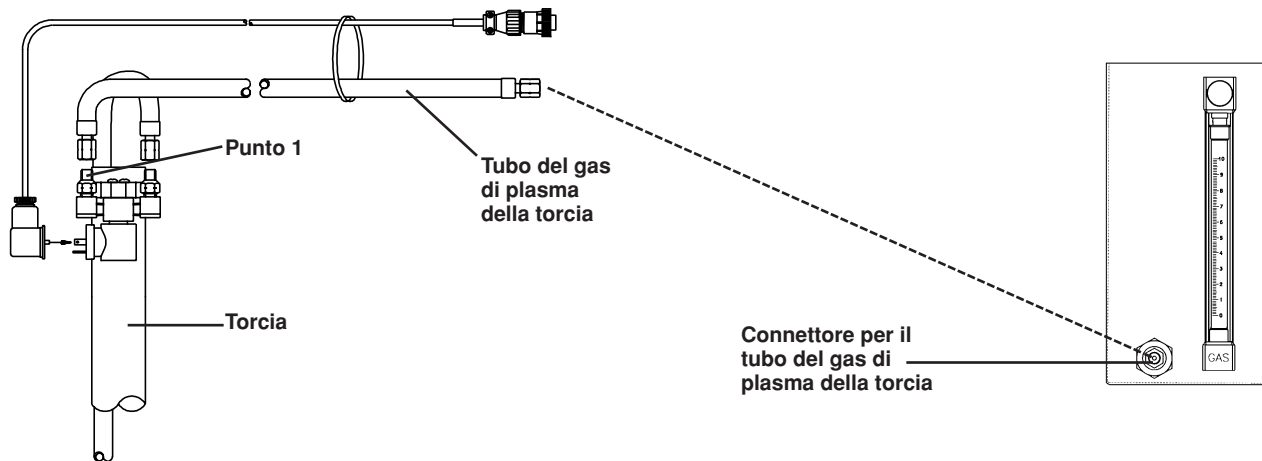

Figura 7-5 Connettori tra il collettore dell'argon-idrogeno e la torcia
3. Rimuovere il flessibile del gas di plasma argo-idrogeno dal punto 1 della torcia. Vedere Figura 7-5.